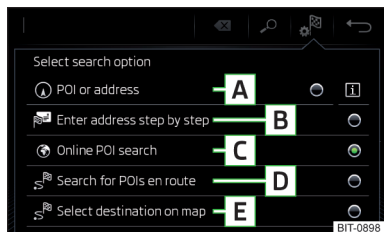

Abb. 210
### Funktionsflächen » Abb. 210
- › Anschließend die Funktionsfläche eines der Menüpunkte für die Zielsuche **A**, **C** oder **D** antippen » Abb. 210 auf Seite 188.
- › Anschließend die Funktionsfläche → **E** » Abb. 210 auf Seite 188 antippen.